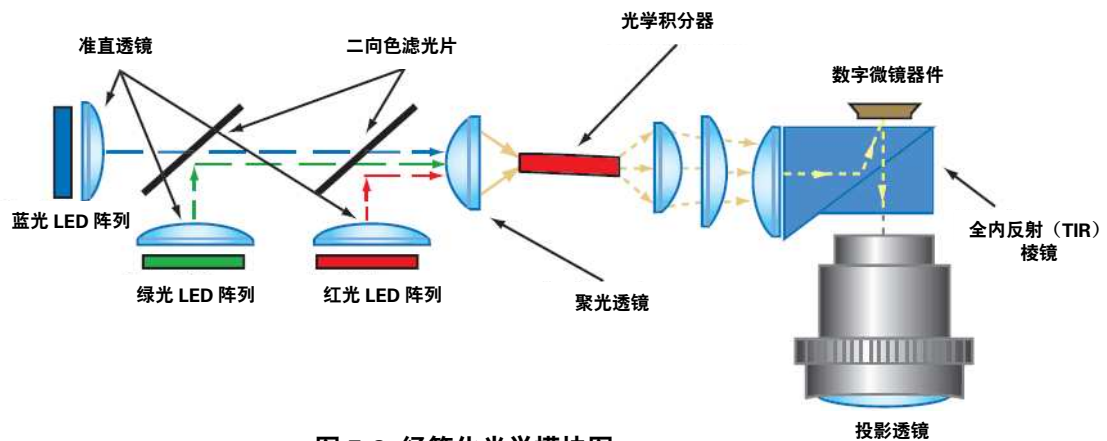

图 5-2. 经简化光学模块图
- **DLP Pico 光学模块：** DLP Pico DMD，连同与其相关的照明光源、光学元件，以及必须的机械零件组成了被称为光学模块或光引擎的紧凑、结实耐用的组件（图5-2）。